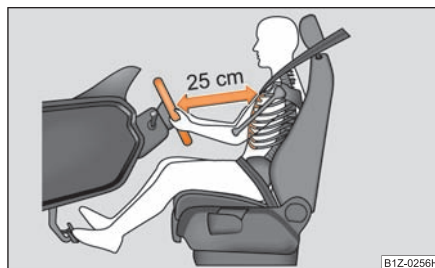

Fig. 161 La distancia correcta entre el conductor y el volante
- Ajuste el volante de tal modo, que la distancia entre el volante y el esternón sea, como mínimo, de 25 cm ⇒ **fig. 161**.
- El conductor se ha de mantener a una distancia mínima de 25 cm del volante ⇒ **fig. 161**. Si no respeta la distancia mínima, el sistema de airbag no podrá protegerle – ¡Peligro de muerte!